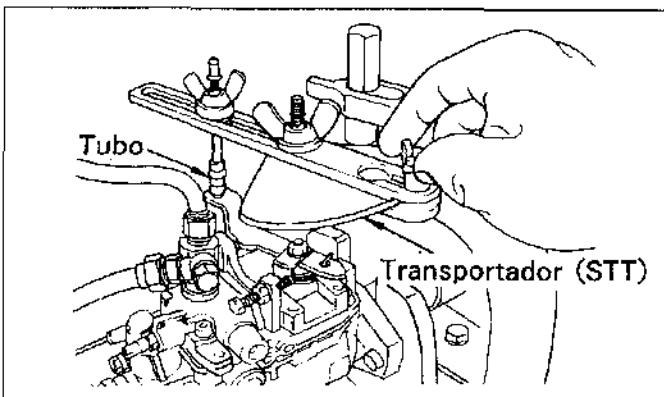

Figura.15-8 Instalación del prolongador
(8) Conecte el transportador de la palanca de ajuste. (Vea la figura.15-8)
El tubo que se muestra en la figura.15-8 es necesario para la conexión de la palanca de ajuste.